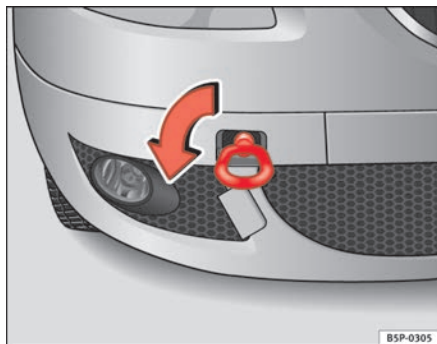
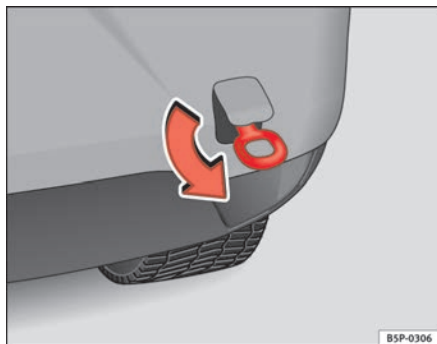

Fig. 205 Atornillado de la argolla de remolque en la parte delantera derecha del vehículo
Fig. 206 Atornillado de la argolla de remolque en la parte trasera del vehículo
- Atornille la argolla hasta el tope hacia la *izquierda*, en el sentido que indica la flecha, tanto en la parte delantera ⇒ fig. 205, como en la trasera ⇒ fig. 206. ■